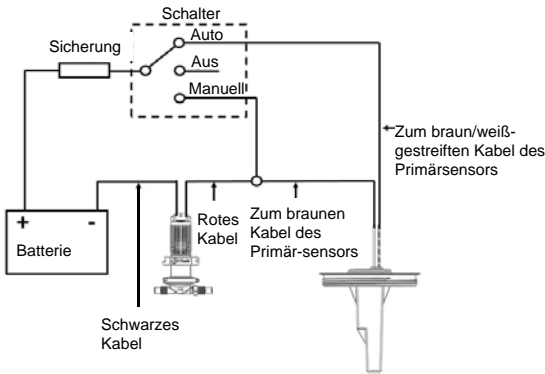
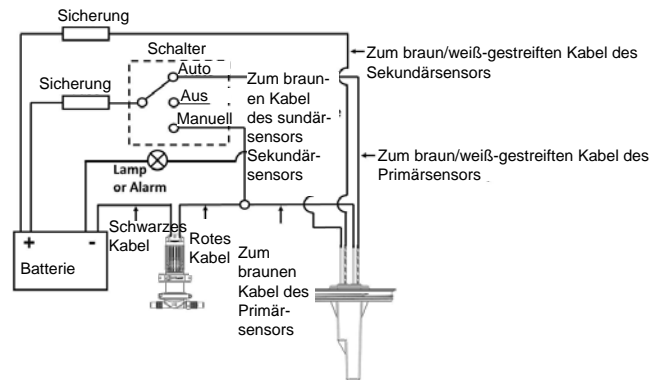

Abbildung 8A Anschlusschema - für Modelle mit einem Sensor
Abbildung 8B Anschlusschema - für Modelle mit zwei Sensoren
Schritt 4: Verkabelung: Siehe Abbildung 8A oder Abbildung 8B.